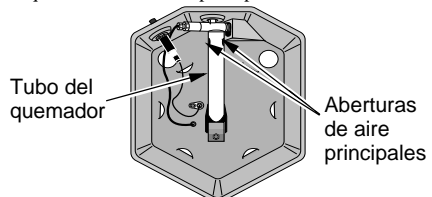

Figura 4: Vista de la parte inferior del calentador
Para revisar que la llama del quemador sea la apropiada, mire a través de los orificios de ventilación en la parte superior del calentador para ver la llama del quemador. La llama del quemador debe estar azul en su mayoría, con coloraciones amarillas en las puntas. Si la llama del quemador está amarilla en su mayoría, es posible que las aberturas principales en el tubo del quemador bajo la base del calentador estén bloqueadas (consulte la figura 4).
- Vuelva el calentador para situar las aberturas principales de aire en el tubo del quemador (consulte la figura 4). Extraiga cualquier basura que esté bloqueando las aberturas principales de aire.